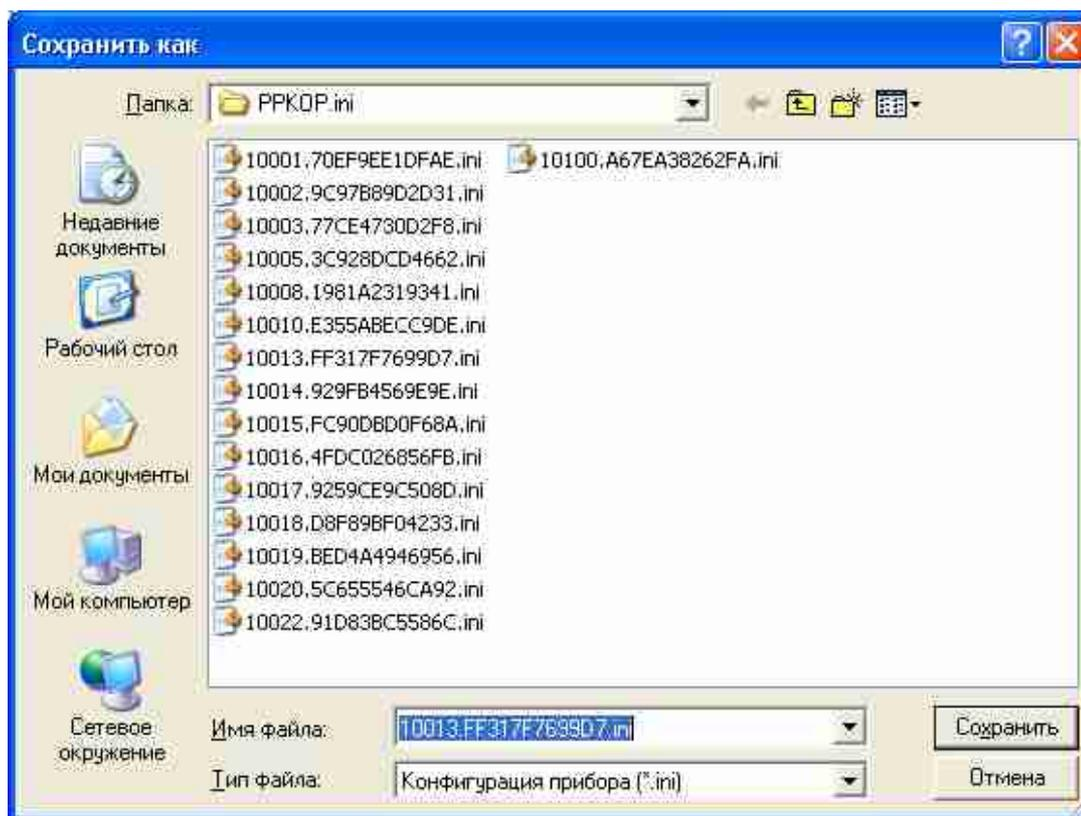

Рисунок 1.5. Сохранение конфигурации в файл.
- позволяет сохранить конфигурационный файл на любое запоминающее устройство (съёмный или локальный диски), с возможностью задания произвольного имени (см. рисунок 1.5).